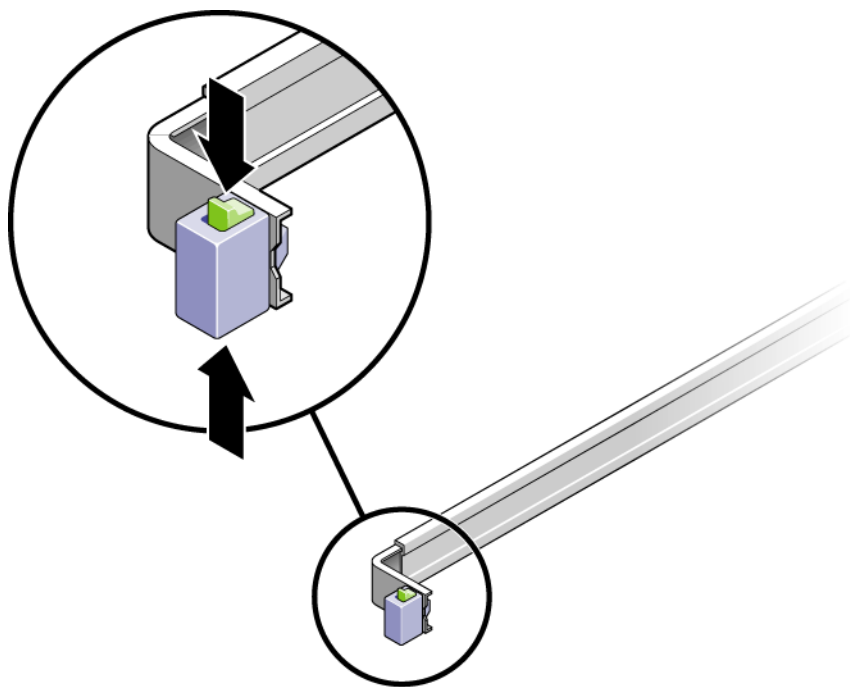

FIGURA 2-12 Desbloqueo del conjunto de guías deslizantes
- a. Presione al mismo tiempo el botón de bloqueo superior de la guía y el inferior (FIGURA 2-12).